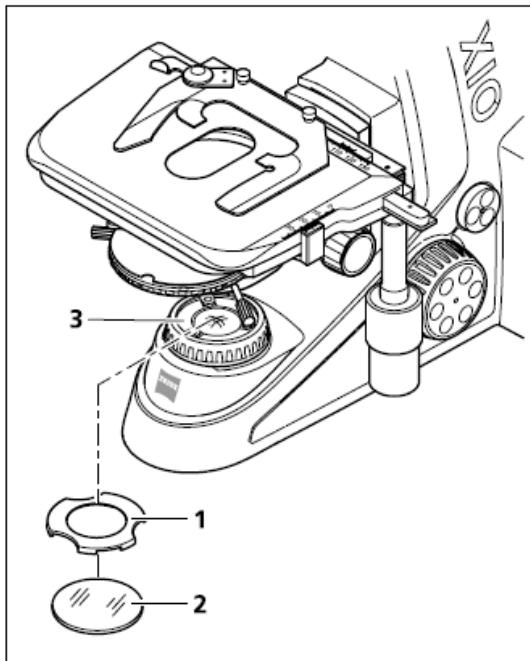

图. 2-18 视场光栏滤色片套 32x4 mm 的安装
- 在视场光栏处(图 2-18/3)放好滤片(图 2-18/2)
- 将滤色片夹具(图 2-18/1)固定在视场光栏上